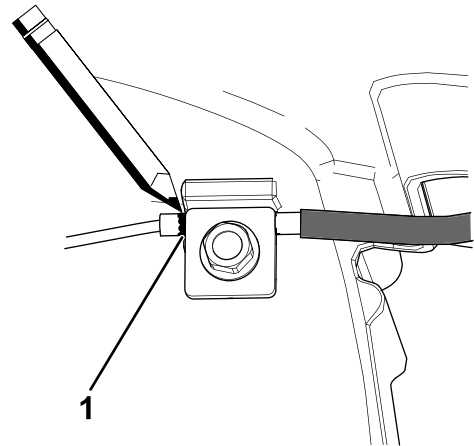
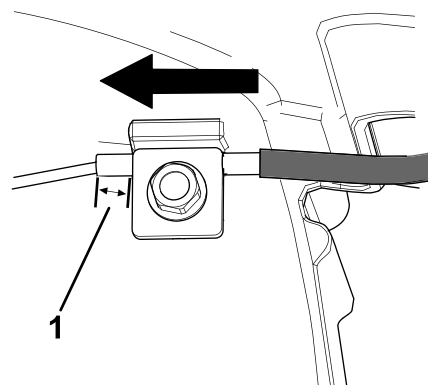

Figura 36
Figura 37
7. Marchează cablul de frână (Figura 36), apoi reglai mantaua până când este creat un joc de aproximativ 8 mm (Figura 37).